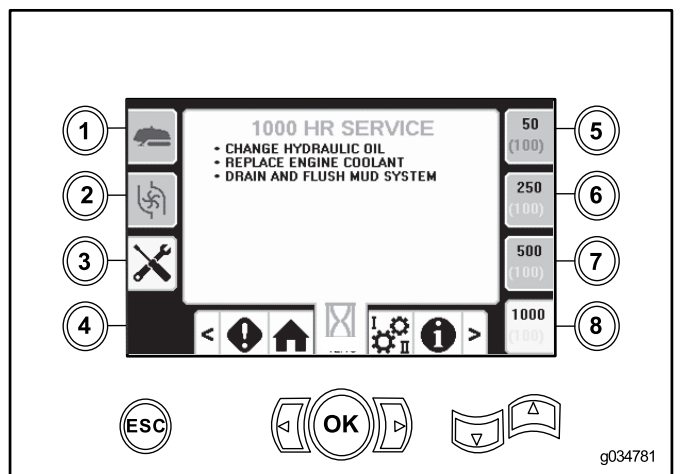

Figure 47
- Bouton 8 – à 1000 heures (Figure 47)